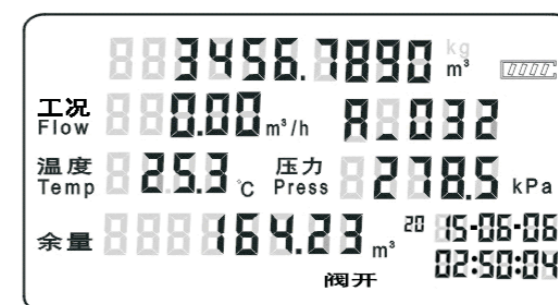

图10 工作状态显示图
6.1.9.6 开户后正常显示的第二屏界面如图10，显示的总量为工况总量，单位为 m^3 ；最后一行为剩余气量，单位为 m^3 ，工况流量显示，第二行右边显示通信地址：A_X X X。当有气量时，总量累加，剩余气量扣减。